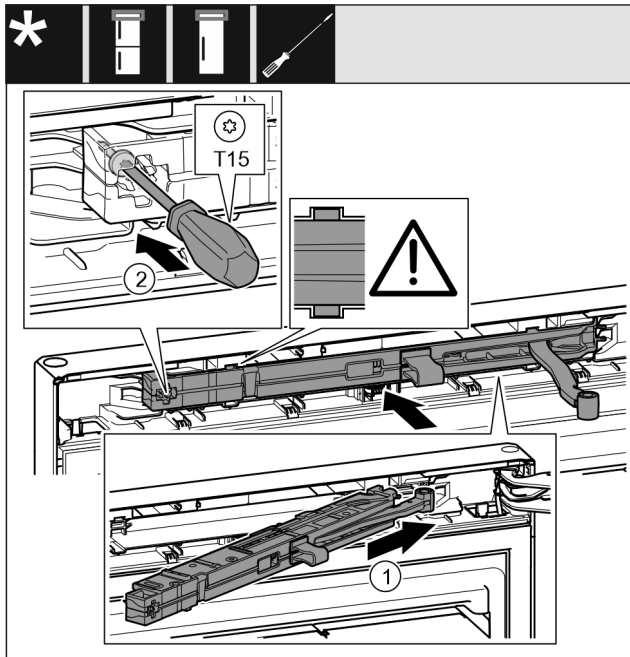

Fig. 49
- ▶ Під нахилом просуньте демпферний вузол з боку опорного кронштейна в отвір до упору. Fig. 49 (1)
- ▶ Закрутіть гвинт за допомогою викрутки T15. Fig. 49 (2)